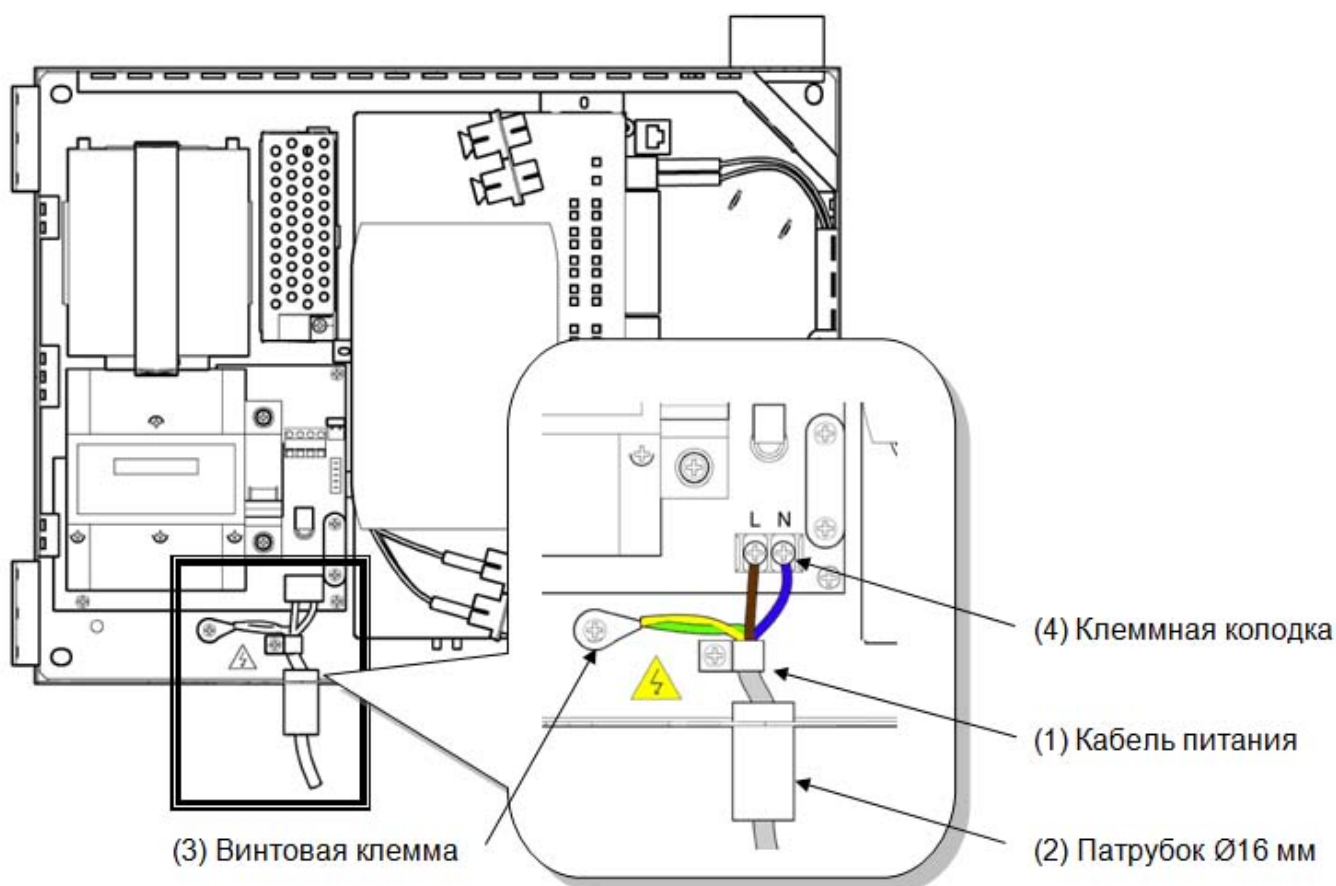

Рисунок 4.3.1 - Схема подключения заземления и питающего напряжения
Для УД «Топаз» подключение местного сетевого напряжения осуществляется путем заведения кабеля питания (1) в корпус через патрубок $\varnothing 16.0$ мм (2), после чего кабель делится на составляющие: землю (желто-зеленый провод), фазу (коричневый) и ноль (синий). Для подключения защитного заземления предусмотрена винтовая клемма (3), рядом с которой нанесен соответствующий знак, рисунок 4.3.1. Фаза и ноль подключаются к клеммной колодке (4).